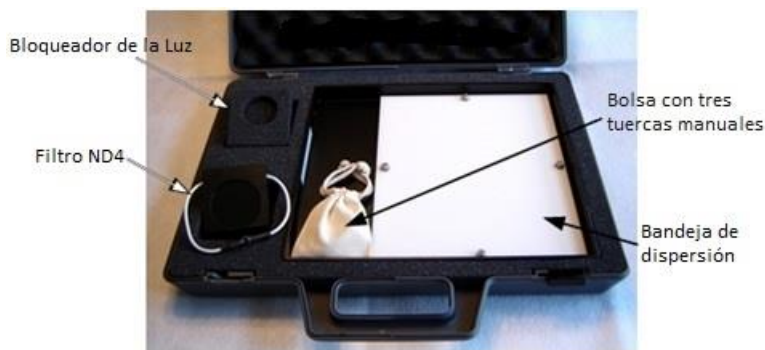

Figura 4.0-1 Dispositivo de Calibración OPCALFX3
El OPCALFX3, mostrado en la Figura 4.0-1, se utiliza para comprobar el ajuste de cero y la calibración del sensor. El dispositivo se compone de un maletín con: 1) un bloque ligero de espuma para comprobar el cero del sensor, 2) un filtro de densidad neutra (ND4) para comprobar el rango del sensor, 3) placa de dispersión utilizada en conjunción con el filtro ND para comprobar el rango del sensor, 4) tuercas manuales para acoplar la placa de dispersión a los puntos de sujeción en la parte trasera de la caja principal. Se incluyen tres (3) tuercas, 2 para fijar la placa de dispersión y una de repuesto. Cualquier tuerca hexagonal ¼-20 se puede utilizar también, pero las tuercas son más fáciles de usar y no requieren herramientas. A la placa de dispersión (3) se le asigna un coeficiente de extinción (EXCO) trazable de fábrica que queda grabado en el filtro ND4 y en la placa de dispersión.